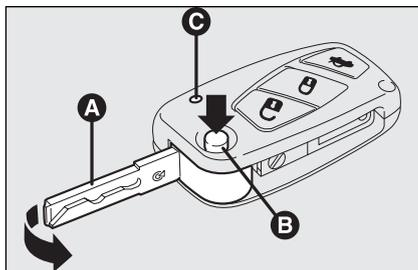

fig. 8
La clé est pourvue d'une tige métallique **A-fig. 8**, qui actionne:
**Appuyer sur le bouton B-fig. 8 uniquement lorsque la clé se trouve loin du corps, en particulier des yeux et des objets pouvant se détériorer (par exemple les vêtements). Ne jamais laisser la clé sans garde afin d'éviter que quelqu'un, spécialement les enfants, puisse la manier et appuyer par inadvertance sur le bouton.**